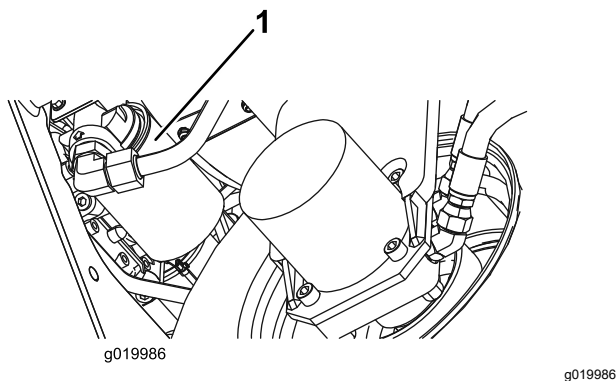

Bild 77
2. Reinigen Sie den Anbaubereich des Filters. Stellen Sie eine Auffangwanne unter den Filter (Bild 77) und entfernen den Filter.